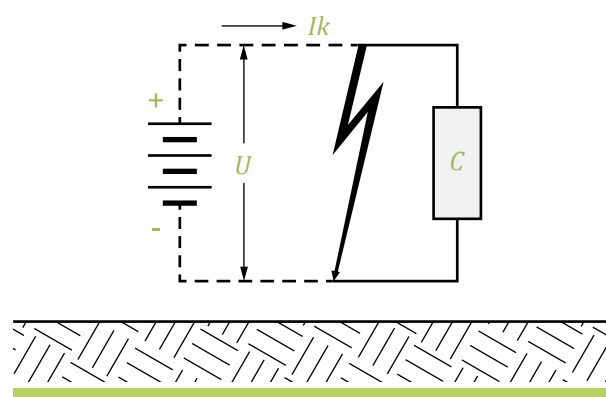

Figura 7
- » Primer caso: En el caso de producirse una falla como la mostrada en la figura 7, se establecerá la corriente de cortocircuito  $I_k$ , la cual quedará determinada por el valor de la tensión  $U$  y la resistencia eléctrica de los cables circuito involucrado.